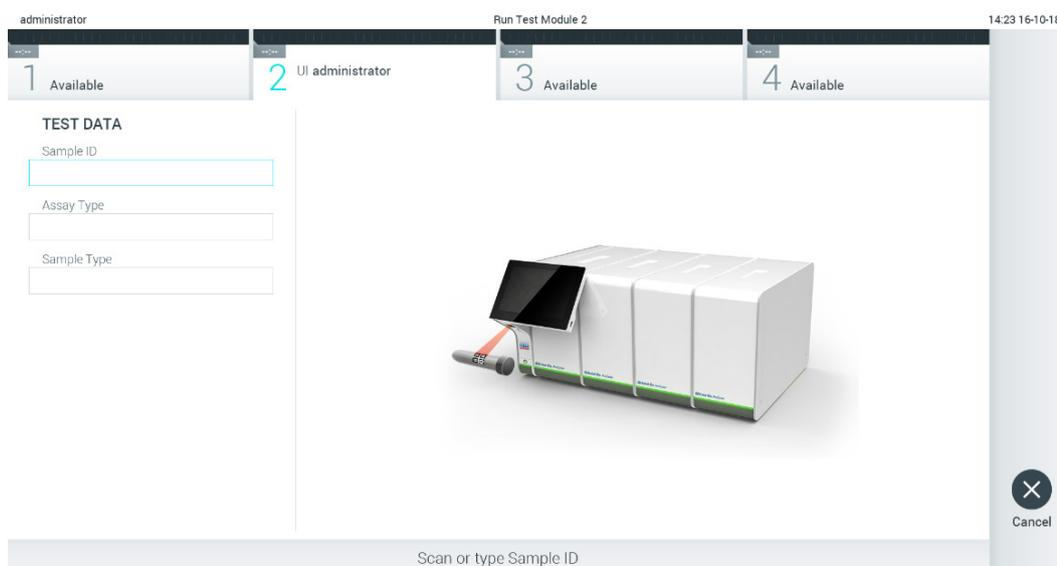

Figure 23. Lisez le code à barres d'identification de l'échantillon.
2. Lorsque vous y êtes invité, lisez le code à barres d'identification de l'échantillon à l'aide du lecteur de codes à barres intégré au module opérationnel (Figure 23).